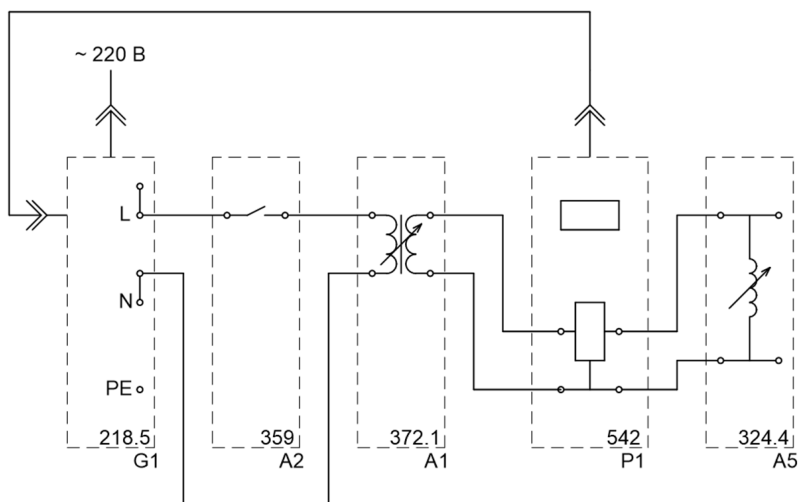

Рис. 1.2. Схема для снятия статической характеристики мощности по напряжению реактора
Электрическая схема соединений представлена на рис. 1.2. Она состоит из однофазного источника питания G1 (218.5); автоматического однополюсного выключателя А2 (359); однофазного трансформатора А1 (372.1); измерителя параметров однофазной сети Р1 (542); индуктивной нагрузки А5 (324.4).
3. Соедините аппаратуру в соответствии со схемой электрических соединений, приведенной на рис. 1.2.